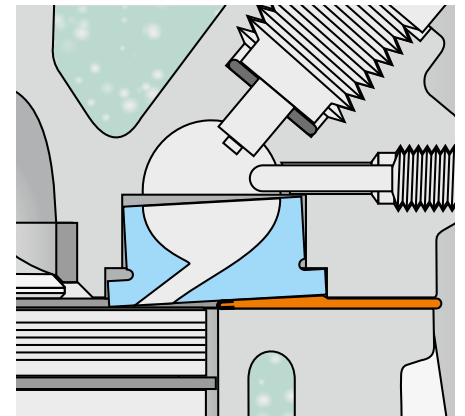

Fig. 3
1. La chambre de turbulence s'est affaissée ou ne disposait pas du dépassement nécessaire dès le montage. L'insert de chambre de turbulence bascule dans son siège et entre en collision avec le piston. La pression de combustion et la surchauffe de la chambre (mauvaise dissipation thermique) favorisent également le basculement (Fig. 3).